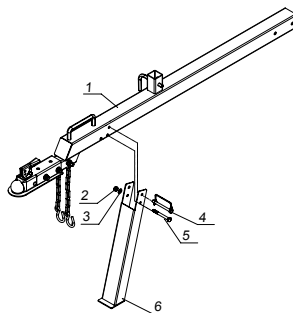

Figure 3
1. Attachez la jambe de soutien (n° 6) à la barre de remorquage (n° 1) solidement en utilisant un boulon hexagonal M10c95 (n° 5), une rondelle plate Ø10 (n° 3), un contre-écrou en nylon M10 (n° 2) et une goupille de sécurité A (n° 4). (Voir fig. 3)